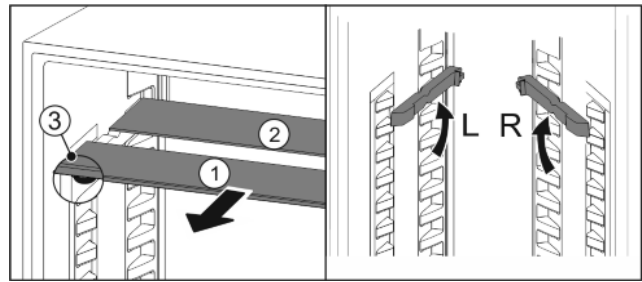

Fig. 23
- ▶ Glasplaten afzonderlijk vanaf de voorkant eruit trekken Fig. 23 (1).
- ▷ Glasplaat Fig. 23 (1) met de uittrekaanslagen bevindt zich aan de voorkant.
- ▷ Aanslagen zijn naar onder gericht Fig. 23 (3).